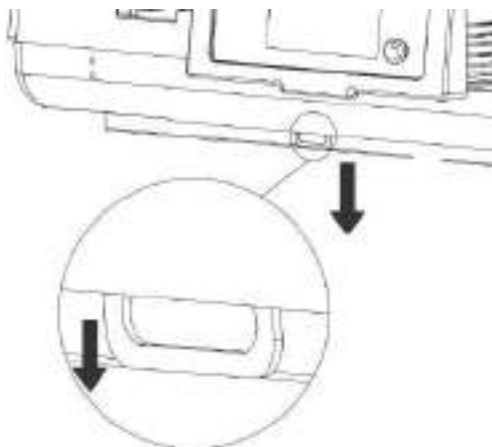

Figura 220 – Alça trava do painel – para incubadora com corpo em plástico de engenharia
- Para remover o painel para manutenção, puxe a alça da trava do painel para baixo, conforme figura 220.